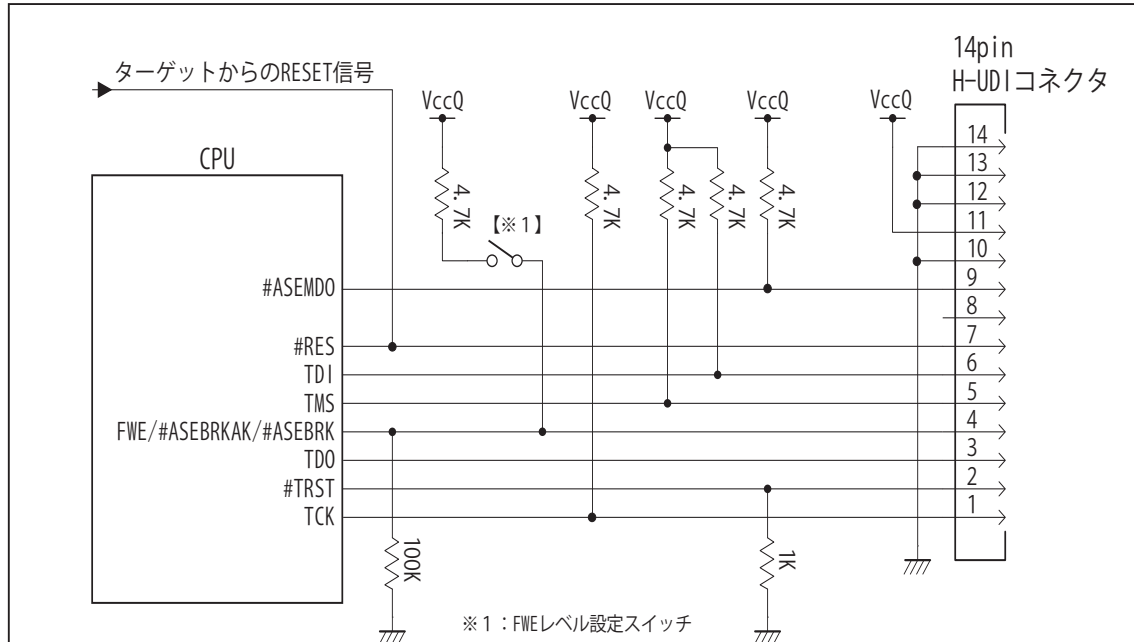

図4. H-UDI コネクタ接続図
- ・図4に記載されている抵抗値は参考値です。
- ・FWE 端子 (入力端子) は #ASEBRKAK/#ASEBRK 端子 (入出力端子) とマルチプレクサされています。そのため FWE 端子のレベル設定は VccQ や GND に直結せず、図4の様にプルアップ/プルダウン抵抗で行って下さい。